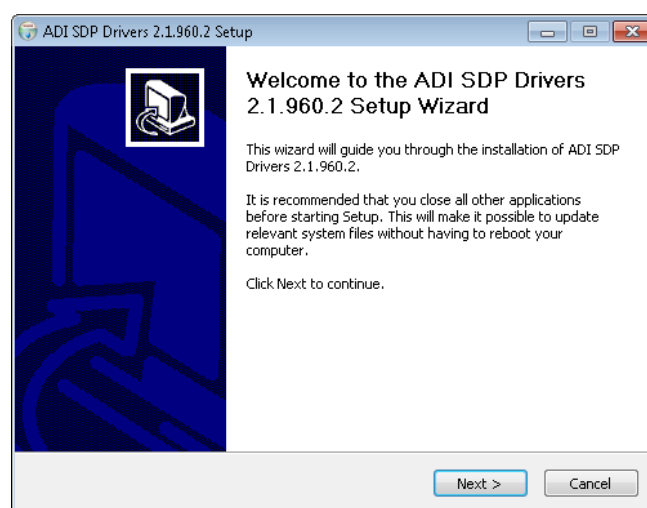

图4. 安装SDP驱动程序
1. 屏幕上出现SDP驱动程序安装向导时，单击**下一步**(参见图4)。